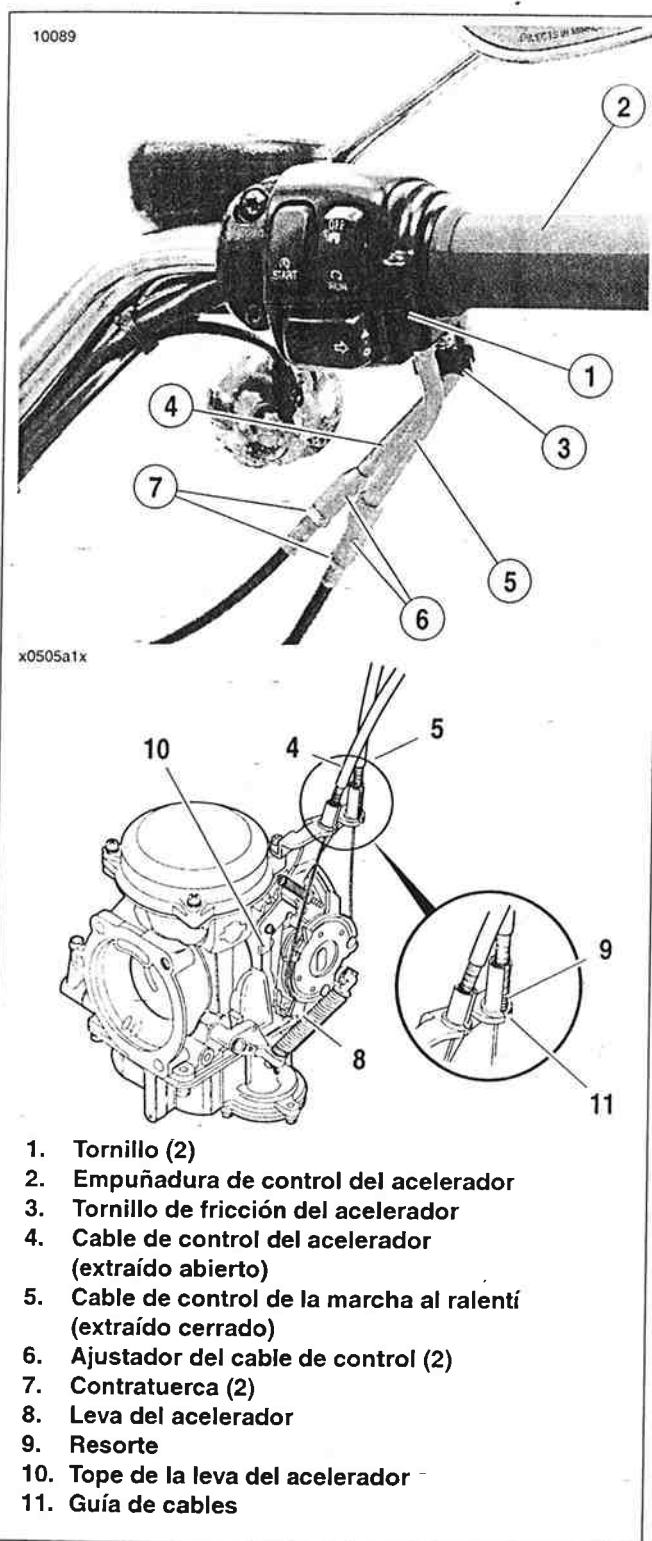

Figura 1-56. Ajuste del cable del acelerador
1. Vea la Figura 1-56. Retire los dos tornillos (1) y separe la caja del manillar superior de la caja inferior.
5. Conjunto de la caja del manillar. Apriete ambos tornillos (1) a 4,0-5,1 N·m (35-45 lb-pulg.).
Vea la Figura 1-56. Habiendo retrocedido el tornillo de fricción del acelerador (3), el acelerador del carburador debe regresar a la posición cerrada (marcha al ralentí). Revise el ajuste del cable de control. Con el motor al ralentí, gire los manillares por el rango completo de movimiento. Si la velocidad del motor varía durante esta maniobra, ajuste los cables de control de acuerdo con el siguiente procedimiento.
1. Afloje el tornillo de fricción del acelerador (3).
2. Deslice la funda de caucho y extráigala de cada ajustador del cable de control (6).
3. Afloje la contratuerca (7) en cada ajustador del cable.
5. Dirija la rueda delantera hacia el frente. Con el motor APAGADO gire la empuñadura de control del acelerador (2) a la posición completamente abierta y sosténgala.
6. Gire el ajustador (6) en el cable de control del acelerador (4) hasta que la leva del acelerador (8) toque la placa de tope de la leva del acelerador (10). Apriete la contratuerca en el ajustador del cable de control del acelerador. Suelte la empuñadura de control del acelerador.
7. Gire los manillares completamente hacia la derecha. Gire el ajustador (6) en el cable de control de la marcha al ralentí (5) alargando la manga hasta que el extremo de la caja del cable apenas toque el resorte (9) dentro de la guía (11) del cable.